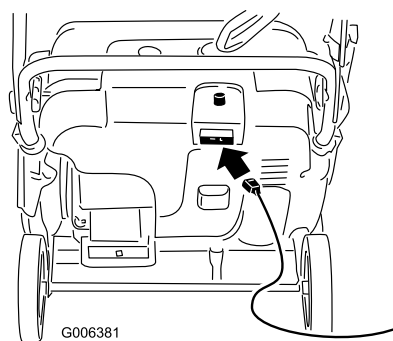
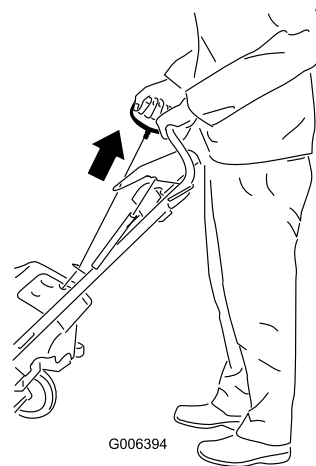

图17
图18
4. 将延长线连接至电源和机器，按下电气启动按钮（仅限型号 38569）（图17），或拉一下反冲启动手柄（图18）。